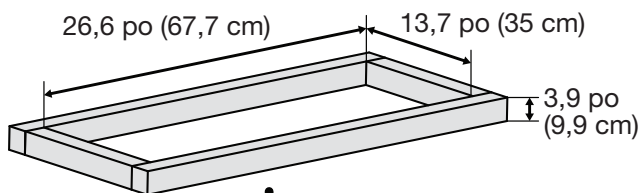

Figure 1
- Le corps de la hotte doit être monté sur des supports de poutre en bois avant et arrière, ainsi que sur des supports de poutre en bois droit et gauche (voir figure 1).